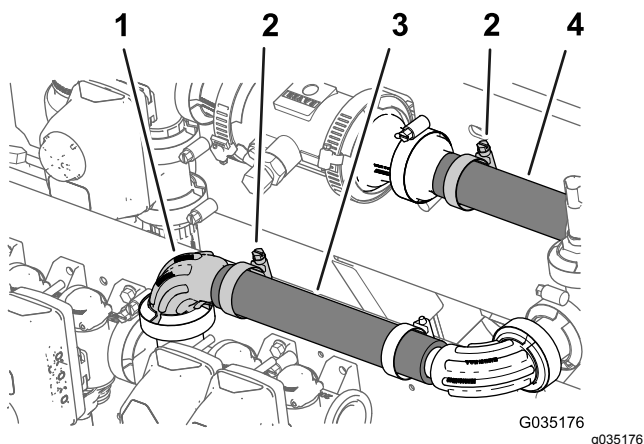

Рисунок 64
1. Установите шланг (1 x 8-1/2 дюйма) на прямоугольный фланцевый штуцер (1 дюйм), как показано на Рисунок 64.
2. Закрепите шланг на фланцевом штуцере шланговым хомутом (Рисунок 64).
3. Затяните шланговый хомут, который крепит шланг (1 x 7-1/4 дюйма) к фланцевому штуцеру типа «елочка» (1 дюйм), установленный при выполнении пункта Установка датчика давления на машину \(страница 31\); см. Рисунок 64.